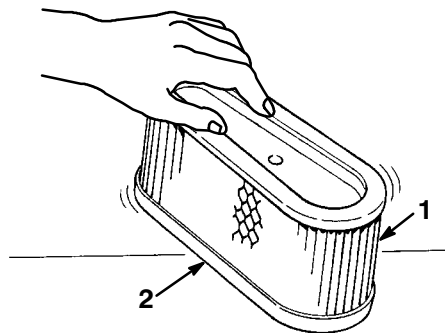

Figure 27
- Tapotez doucement l'élément sur une surface plane pour faire tomber la poussière et la saleté (Fig. 27).